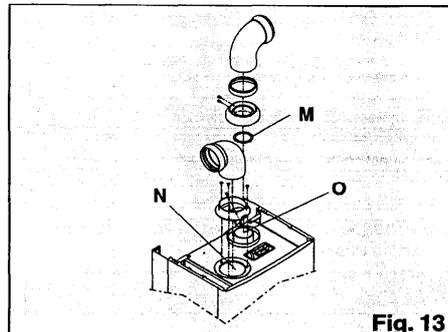

Fig. 13
El conducto de aspiración del aire comburente se puede empalmar en la entrada (N) - fig. 13 - después de haber quitado el tapón de cierre fijado con 3 tornillos. La brida humos (M) - figuras 12 y 13 - cuando sea necesario, se tiene que quitar presionando con un destornillador.